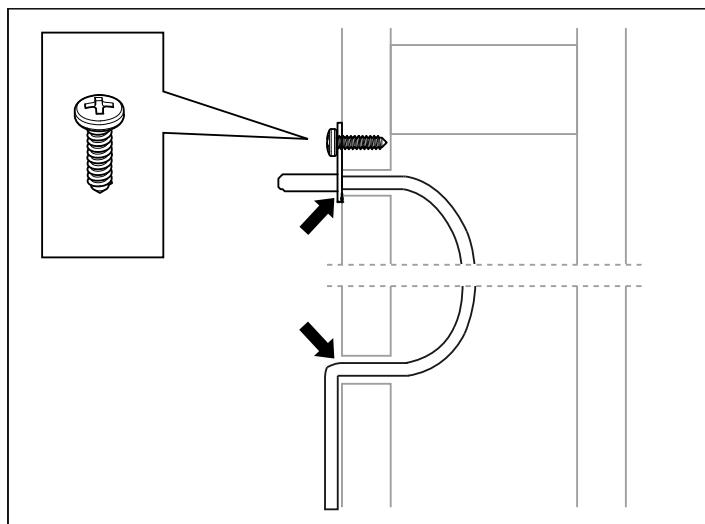

Figure 10 : Boucher tous les trous éventuels
8. Installez le capteur sur le mur. Le capteur illustré ici est installé avec un capot de capteur Tylö (numéro d'article en option : 9600 0038). Il est également possible de faire passer le fil de thermistance à travers le mur. Bouchez tous les trous dans le mur derrière le capteur (voir figure 10). Le fil de thermistance peut être rallongé à l'extérieur du sauna à l'aide d'un fil à basse tension (2 pôles).